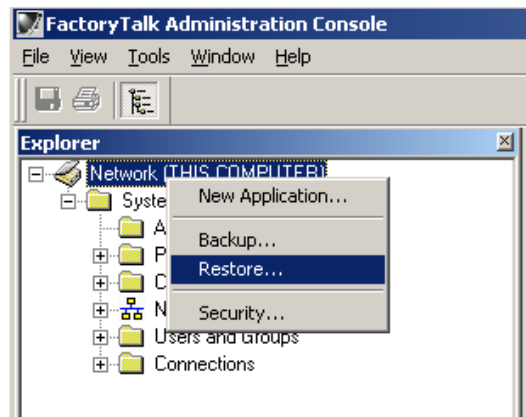

Figura 22. Restaurar FactoryTalk
- Una vez abierto el *Administration Console* diríjase al explorador del directorio en el lado izquierdo de la ventana y de click derecho sobre "**Network (This COMPUTER)**" y seleccione "**Restore**". Como se muestra en la Figura 22.